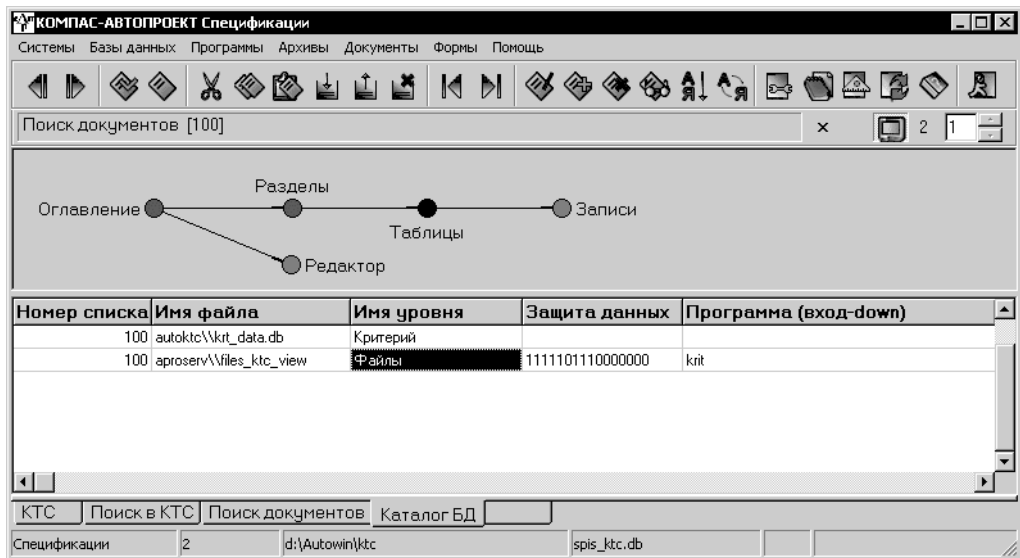

Рис. 3.35. Установка режима «Krit» в каталоге баз данных
2. Создать новый список в каталоге БД КОМПАС-АВТОПРОЕКТ, аналогичный списку Поиск документов (рис. 3.35).